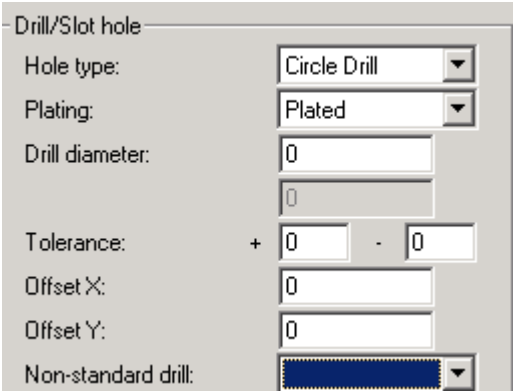

图 6-5 钻孔参数的设定
- [Drill hole]栏用于设定在焊盘为通孔或埋盲孔时的类型和钻孔的直径，如图 6-5 所示。电镀类型有 3 种，分别为“Plated”（电镀）、“Non-Plated”（不电镀）、“Optional”（随意）。“Size”表示钻孔直径，根据设计要求填写，其下的(Offset X)和(Offset Y)表示焊盘坐标原点偏离焊盘中心的距离，一般为 0.0，表示焊盘中心与坐标原点重合。